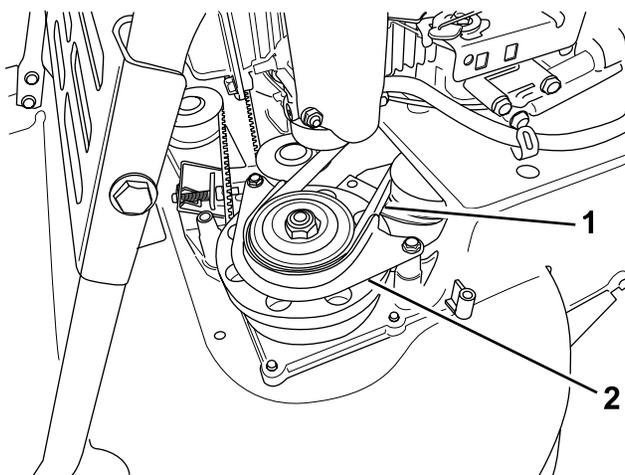

Рисунок 42
7. Снимите ограждение ремня тормозной муфты ножа (Рисунок 42).